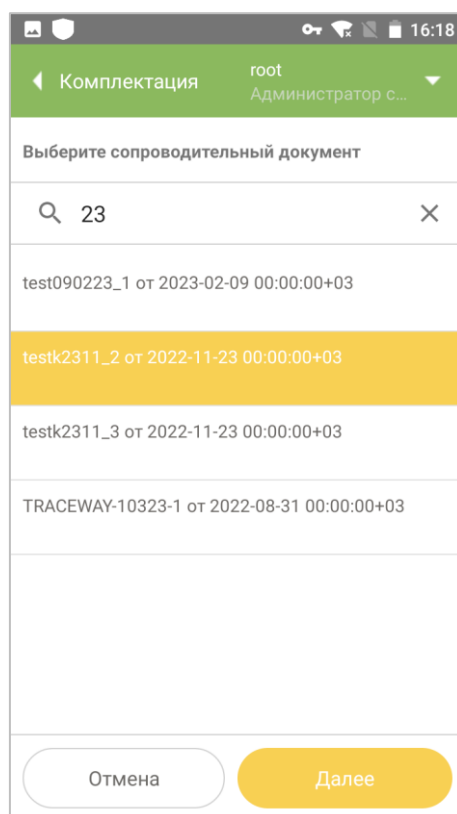

Рисунок 7.2
2. Выбрать сопроводительный документ из списка. При необходимости воспользоваться функцией поиска: ввести номер или его часть в поле поиска, выбрать из найденных совпадений (Рисунок 7.2). Нажать кнопку «Далее». Откроется окно для сканирования комплектующих кодов (Рисунок 7.3).